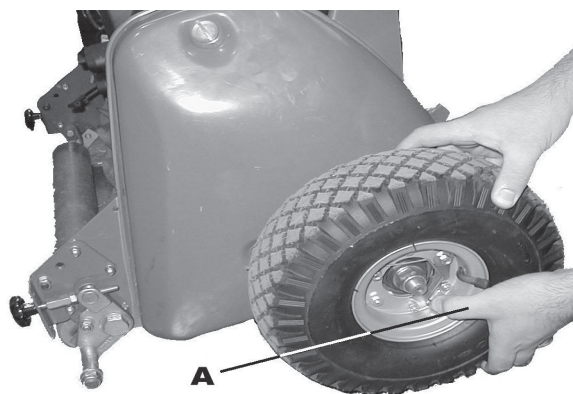

Fig. 9.2
9.2 RUOTE DI TRASPORTO (SOLO TANTO SUPER CERTES) (FIG. 9.2)